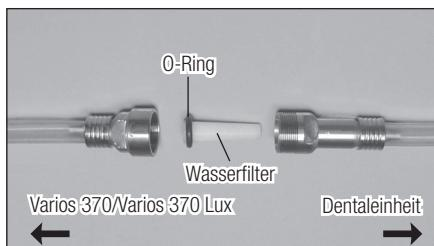

Abb.22
- 3) Wenn das Wasserfiltergehäuse abgenommen ist, kann der Wasserfilter wie in Abb.22 gezeigt entfernt werden.